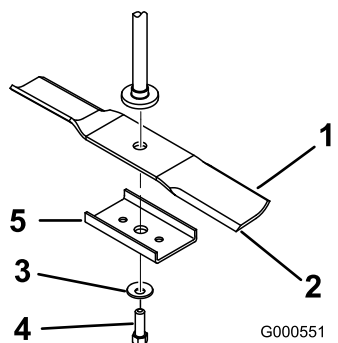

Figura 49
2. Retire el perno de la cuchilla, la arandela curva, el refuerzo y la cuchilla del eje (Figura 49).
2. Instale el refuerzo de la cuchilla, la arandela curva (con la copa hacia la cuchilla) y el perno de la cuchilla (Figura 49).
1. Instale la cuchilla en el eje (Figura 49).